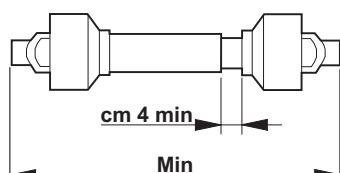

fig.15
- Cuando el árbol cardán se encuentra totalmente afuera, los dos tubos tienen que sobreponerse por lo menos de 15 centímetros (**A, fig.15**). Mientras cuando este se encuentra insertado al máximo, el yugo mínimo permitido es de 4 centímetros (**B, fig.15**).